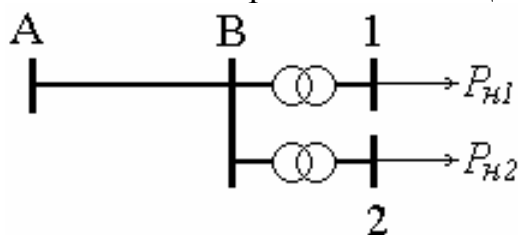

Рис. 48. Схема сети к задаче 24
**Задача 24.** Выполнить расчет параметров режима электрической сети, изображенной на рис. 48, методом последовательных приближений. Центр питания - узел А, в котором поддерживается напряжение  $U_A = 113$  кВ.